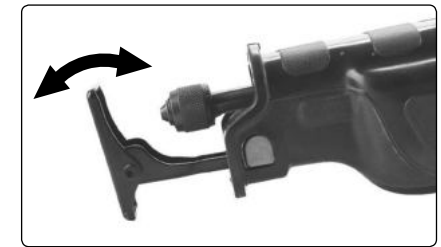

Abb. 7
- ➔ Der Stützfuß passt sich dank dem beweglichen Bolzen selbst der Oberflächenneigung beim Eintauchen des Sägeblattes in das Material und Abstützen des Stützfußes an der Oberfläche an, siehe Abb. 7.